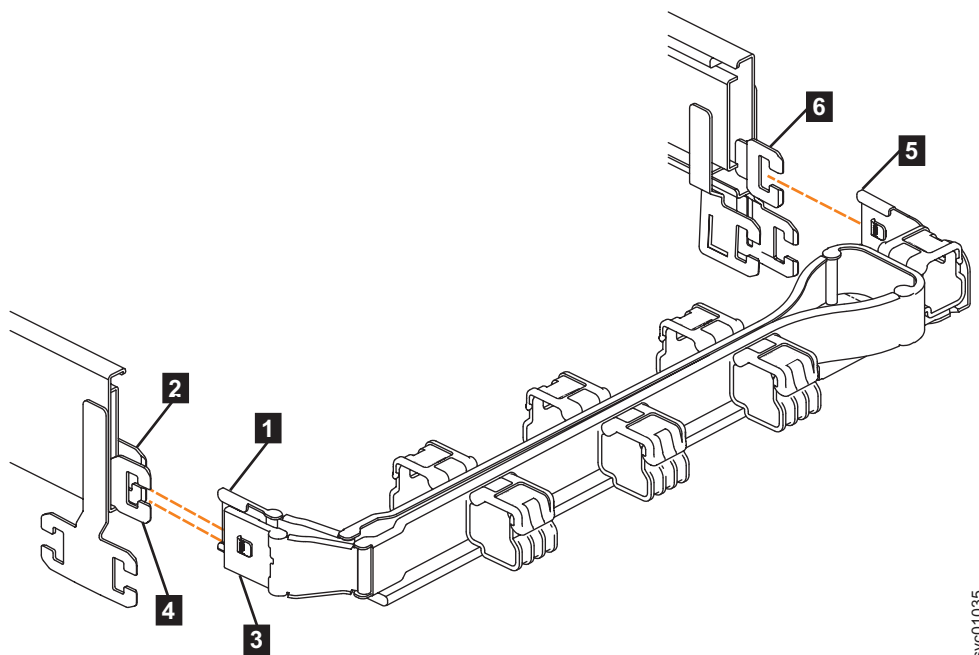
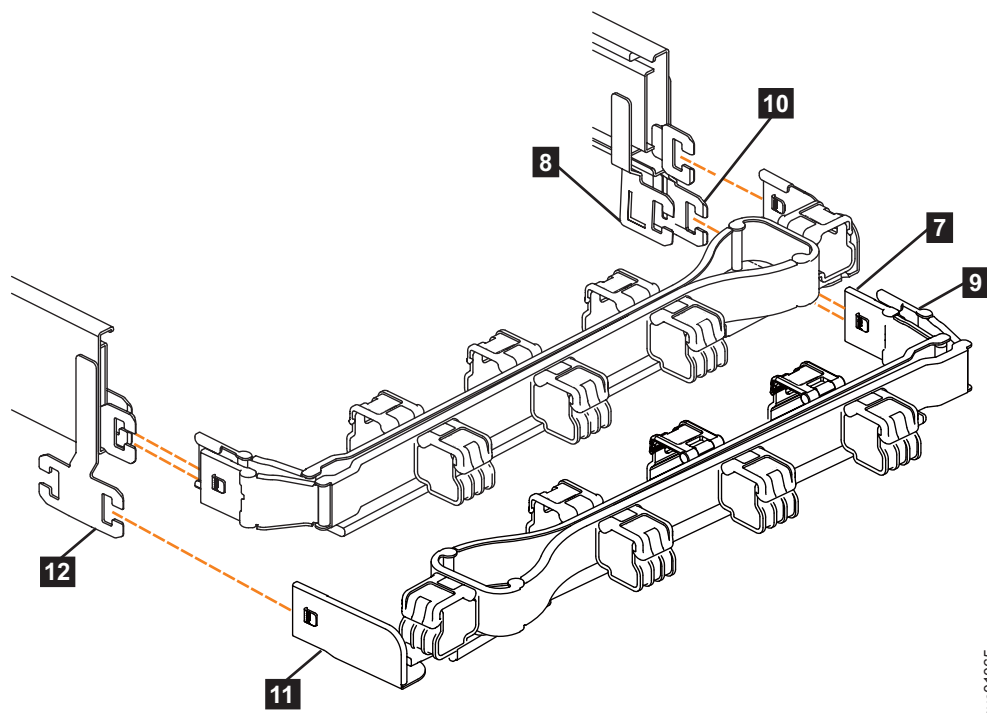

Figure 65. Connecteurs du bras supérieur de routage des câbles
Figure 66. Composants de l'assemblage CMA inférieur
Les connecteurs du CMA sont installés sur les crochets de glissière à l'extrémité des glissières de support. La figure 65, à la page 80 montre les connecteurs sur l'assemblage CMA supérieur.
1. Appuyez sur le loquet à la base du connecteur sur l'assemblage CMA supérieur (**5** dans la figure 65).
2. Tirez le connecteur pour le retirer de la base du connecteur sur la glissière de support droite (**6** dans la figure 65).
3. Appuyez sur le loquet du connecteur externe de l'assemblage CMA supérieur (**3** dans la figure 65).
4. Retirez le connecteur externe de l'élément interne de la glissière de support gauche (**4** dans la figure 65).
5. Retirez le connecteur interne de l'assemblage CMA supérieur (**1**) de l'élément interne de la glissière de support gauche (**2**, comme illustré dans la figure 65).
Remarque : La procédure de retrait de l'assemblage CMA inférieur est identique à la procédure de retrait de l'assemblage CMA supérieur. Cependant, les emplacements des connecteurs sont inversés. Par exemple, la base de connecteur du CMA supérieur (**5** dans la figure 65) se raccorde à la glissière droite. La base du connecteur du CMA inférieur (**11** dans la figure 66, à la page 81) est fixée à la glissière gauche.
6. Retirez la base du connecteur de l'assemblage CMA inférieur (**11**) du connecteur de la glissière de support gauche (**12**), comme figure 66.
7. Retirez le connecteur interne de l'assemblage CMA inférieur (**9**) du membre externe de la glissière de support droite (**10**), comme illustré dans la figure 66.
8. Retirez le connecteur externe de l'assemblage CMA inférieur (**7**) de l'élément interne de la glissière de support droite (**8**), comme illustré dans la figure 66.